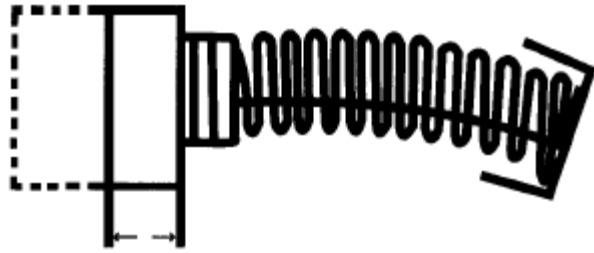

图10 — 碳刷磨损量示意图
1. 当碳刷磨损到只剩下6mm或者出现火花时，就需要更换它了。两个碳刷要同时更换（见图10）。